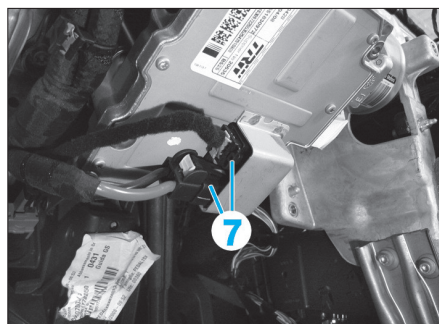

Fig. 9
- Débrancher les connecteurs (7) du module électronique de direction (Fig.9).